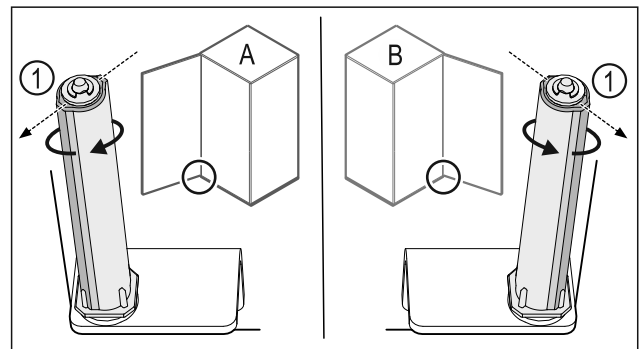

Fig. 44 Levo omejilo (A) / desno omejilo (B)
- ▶ Obrnite zaporni sistem proti upor, dokler ni mostiček zapornega sistema Fig. 44 (1) obrnjen navzven.